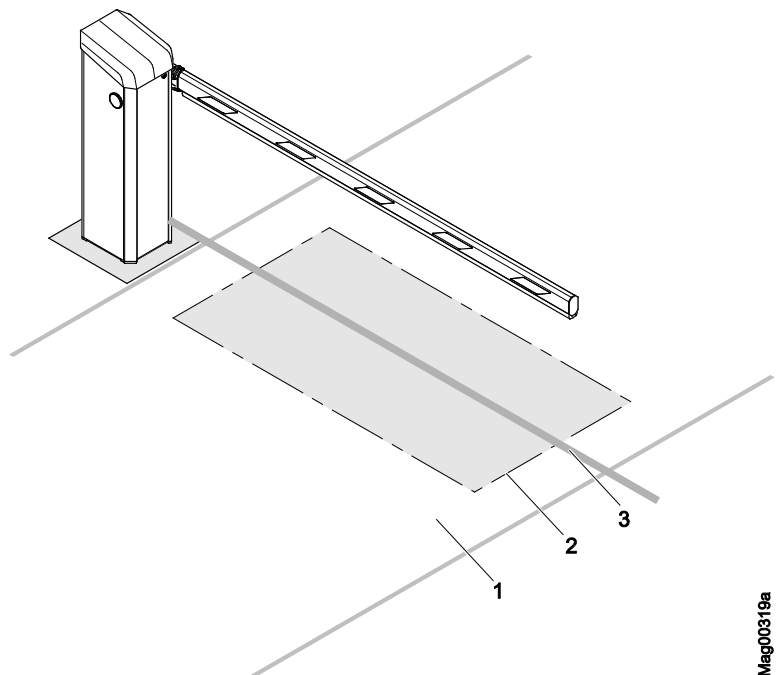

Рис. 16: Пример расположения индуктивных рамок для распознавания легковых автомобилей
- Расстояние между индуктивной рамкой и краем проезжей части должно составлять от 300 до 500 мм. → См. также Рис. 16.